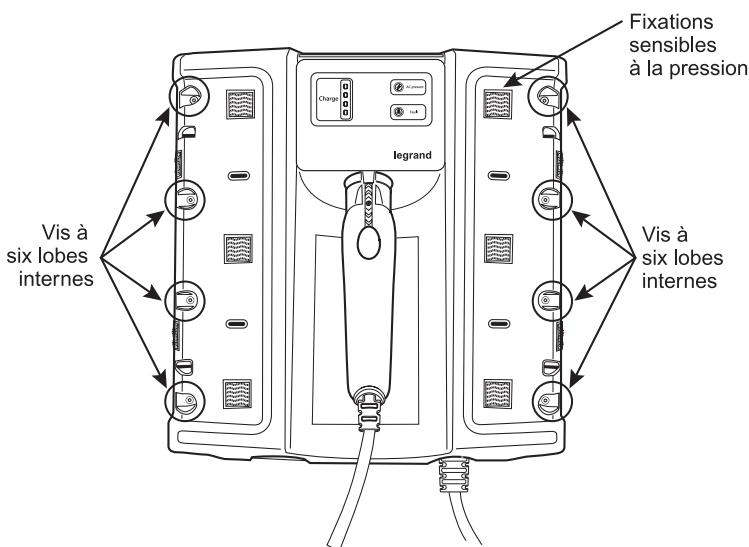

Figure 2
1. Retirez le chargeur de l'emballage puis enlevez les panneaux décoratifs à l'avant de l'unité en tirant fermement. Vous exposez ainsi les 8 vis à tête Torx (Figure 2). (Les panneaux sont fixés grâce à des attaches sensibles à la pression).